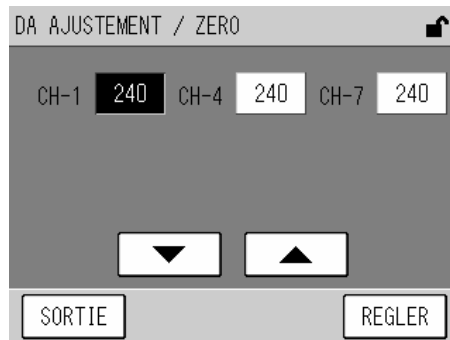

Fig. 55 Ecran DA ADJUST/ ZERO (REGL. NUM/ANA / ZERO)
(Sorties analogiques) | Affiche l'écran ANALOG OUTPUT (Sorties Analogiques) (Fig. 55 page 42). |
5. Appuyer sur la touche [CLOSE] / Fermer pour revenir à l'écran ANALOG OUTPUT / SORTIES ANALOGIQUES (Fig. 55, page 42).